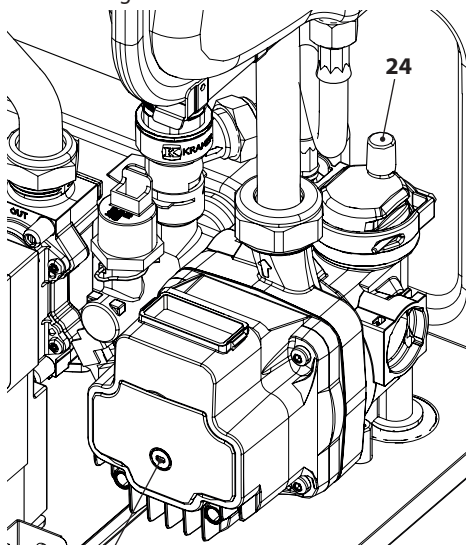

Figura 6.3
- Svitare il tappo della valvola di sfato automatica 24 in Figura 6.3.
- Togliere il tappo 26 in Figura 6.3 e sbloccare la pompa ruotando il rotore con un cacciavite. Durante questa operazione sfatare la pompa.